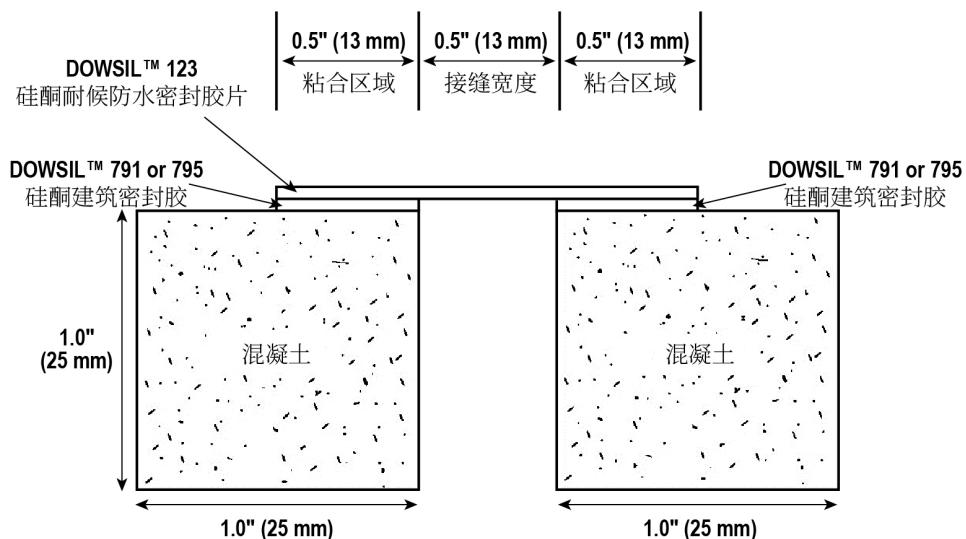

图 1：对 ASTM C 1135 和 C 1523 采用 1 1/2 英寸 (38 毫米) 宽 DOWSIL™ 123 硅酮耐候防水密封胶片进行的典型性能的测试的接缝配置。
2. ASTM C 1135 和 C 1523 使用了图 1 中所示的接缝配置